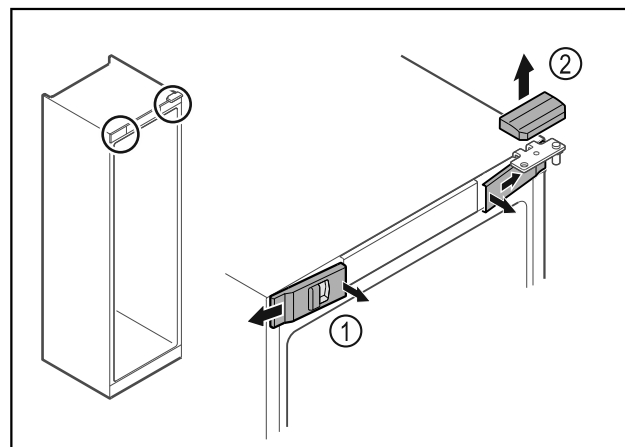

Fig. 18
- ▶ Wycześcić przednie osłonki Fig. 18 (1) i odchylić w bok.
- ▶ Górną osłonkę Fig. 18 (2) zdjąć w górę.